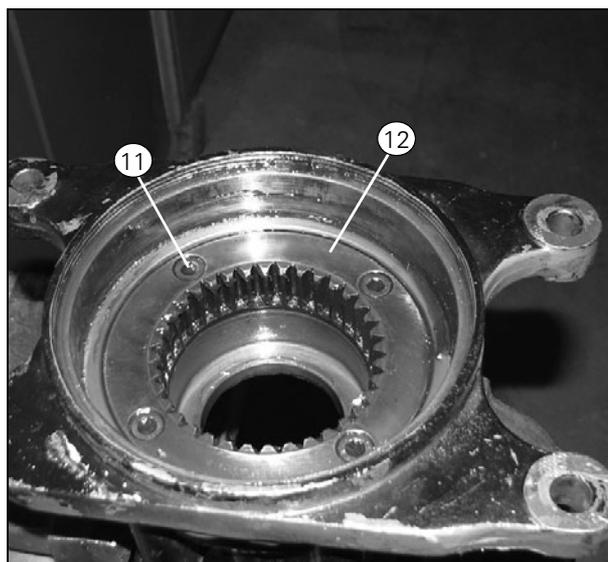

Рисунок 13
20. Нанесите приблизительно 150 г литиевой смазки на внутреннюю поверхность зубчатого колеса. (Рис. 13).
23. Нанесите Loctite 270 на болты (поз. 11) и затяните его моментом 35 Нм(Рис. 13).